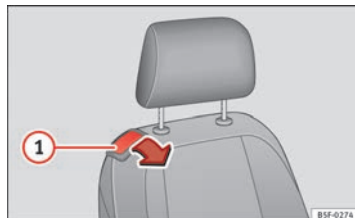

Fig. 79 Banco dianteiro do passageiro: alavanca para rebater o encosto
- Puxe a alavanca ① ⇒ Fig. 79 e empurre o encosto para a frente de forma a que este fique em posição horizontal.